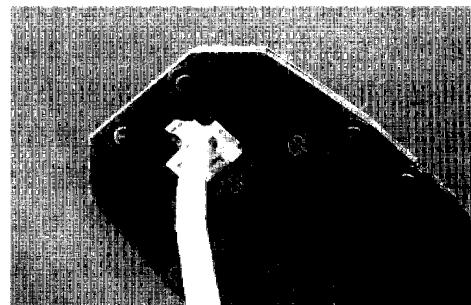

图 1-15 压制
(6) 压制：确认所有导线都到位，并透过水晶头检查一遍线序无误后，就可以用压线钳压制 RJ-45 头了。将 RJ-45 头从无牙的一侧推入压线钳夹槽后，用力握紧线钳（如果力气不够大，可以使用双手一起压），将突出在外面的针脚全部压入水晶头内，如图 1-15 所示。
(7) 测试：把在 RJ-45 两端的接口插入测试仪的两个接口之后，打开测试仪可以看到测试仪上的两组指示灯都在闪动。若测试的线缆为直通线缆的话，在测试仪上的 8 个指示灯应该依次为绿色闪过，证明了网线制作成功，可以顺利地完成数据的发送与接收。若测试的线缆为交叉线缆的话，其中一侧同样是依次由 1~8 闪动绿灯，而另外一侧则会根据 3、6、1、4、5、2、7、8 这样的顺序闪动绿灯。